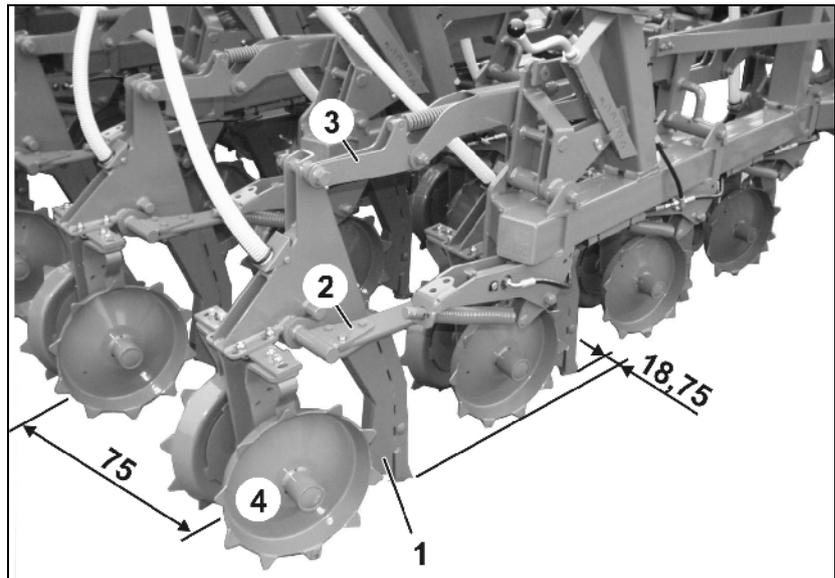

Fig. 57
Las rejas cincel (Fig. 57/1) están colocadas en 4 líneas una detrás de otra. De esta forma se consigue una distancia de rejas de 75 cm entre las rejas contiguas. La distancia entre líneas es de 18,75 cm.
- la posibilidad de evitarlo gracias al brazo inferior de acero para muelles (Fig. 57/2).
- la posibilidad de evitarlo gracias a la fuerza de muelle que evita el doblado del brazo superior (Fig. 57/3).
La profundidad de depósito de las semillas viene determinada por la guía en profundidad de la reja cincel (Fig. 57/1). Esta guía en profundidad se encarga del rodillo doble colocado detrás de las rejas cincel (Fig. 57/4), diseñadas en forma de rodillos dobles.